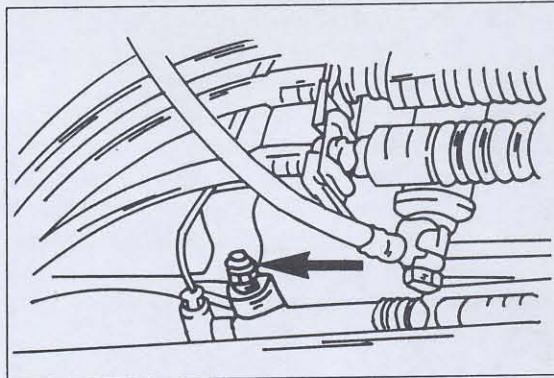
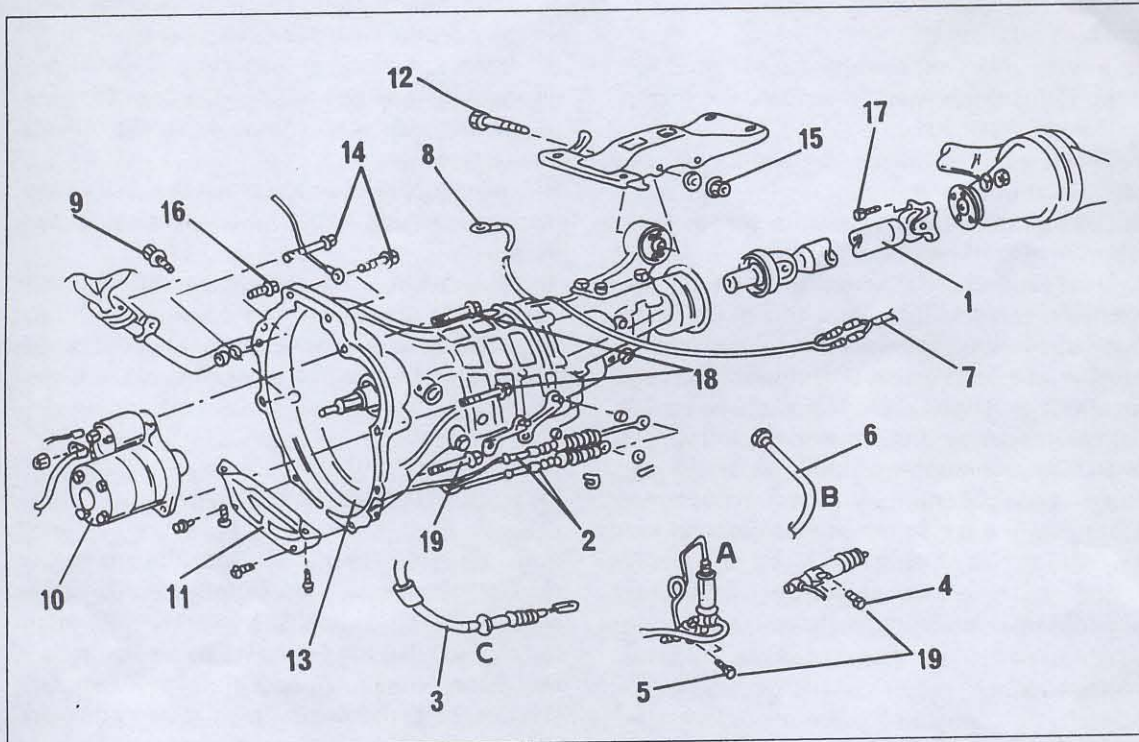
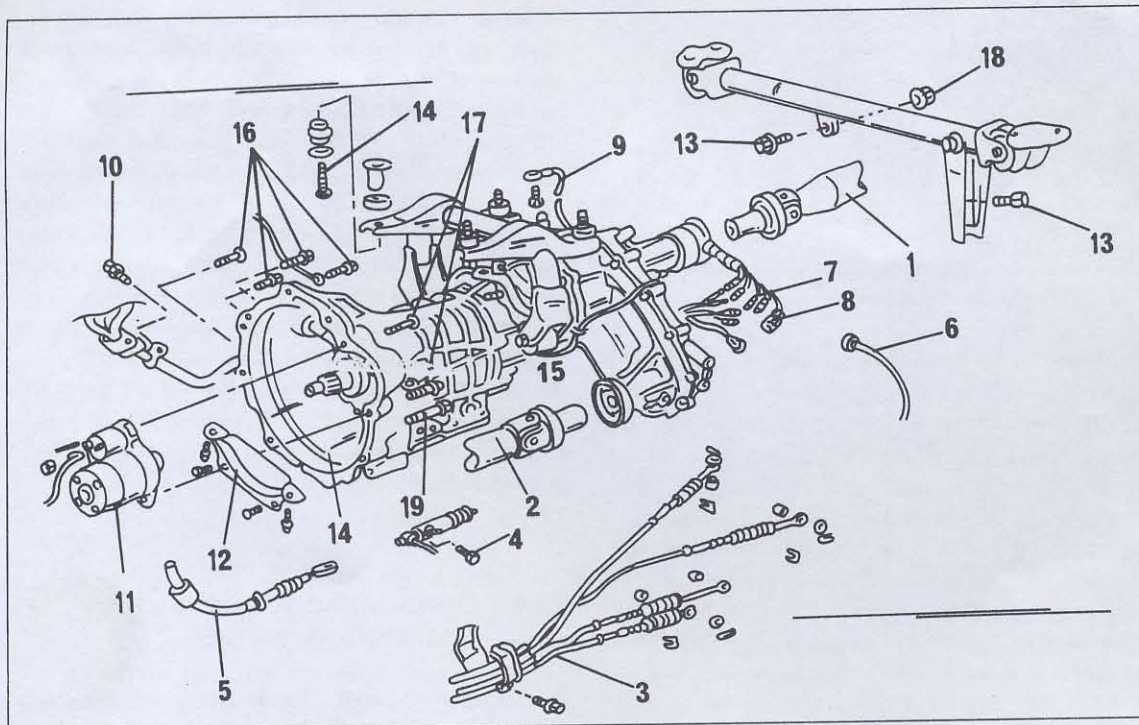

Bild 220
Bild 221
Bild 222
- Kupplungspedal von einer zweiten Person durchpumpen lassen und die Entlüftungsschraube etwas öffnen (Bild 220), wenn das Pedal auf dem Boden aufsteht.
Der Ausbau des Getriebes ist eine ziemlich umfangreiche Arbeit und erfordert etwas Können. Ausserdem braucht man einen geeigneten Arbeitsplatz, am vorteilhaftesten wären eine Hebebühne und ein Rollwagenheber, mit welchem das schwere Getriebe auf den Boden gesenkt werden kann. Bild 220 zeigt Einzelheiten über den Aus- und Einbau eines Getriebes in einem Fahrzeug mit Zweiradantrieb. Einzelheiten des Getriebes bei einem 4WD-Fahrzeug sind in Bild 222 gezeigt. Der Ausbau geschieht in der Reihenfolge der Zahlen und anhand der folgenden Beschreibung. Alle beim Einbau zu beachtenden Anzugsdrehmomente sind ebenfalls im Bild angegeben.
- Massekabel (8) in Bild 220 oder (9) in Bild 222 abschrauben.
- Bei einem Benzinmotor die Schraube (9) des vorderen Auspuffrohres von der Halterung am Getriebe entfernen. Beim 4WD ist dies die Schraube (10).
- Die Schaltseile (2) bzw. (3) von der Seite des Getriebes abschliessen. Splinte und Scheiben werden zur Befestigung verwendet. Beim Abnehmen der Seile dürfen sie nicht geknickt werden.
● Die hintere Getriebeaufhängung jetzt unter Bezug auf das entsprechende Bild ausbauen. Im Bild 221 die Schraube (12) nach Lösen der Mutter heraus schlagen. In Bild 222 die Schrauben (13) entfernen und den gesamten Träger herausnehmen. Ebenfalls bei diesem Getriebe die Schrauben (14) herausdrehen und die Befesti-